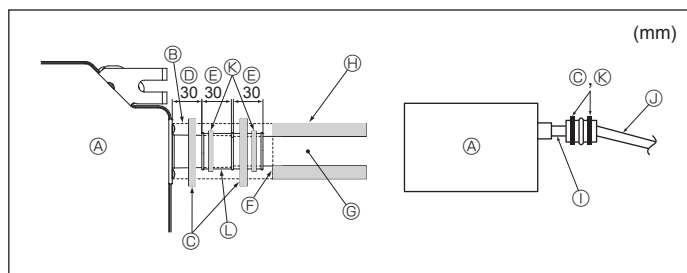

Fig. 6-2
- ② U.D. ø32 PVC SLANGE
- ⑤ Lag det så stort som mulig
- ⑥ Innendørsenhet
- ⑤ Lag rørstørrelsen stor for gruppert rør.
- ④ Nedadgående skråning (1/100 eller mer)
- ① Y. D. ø38 PVC SLANGE for gruppert rør (9 mm eller mer isolasjon)
- ④ Opptil 850 mm
1. Koble dreneringsmuffen (følger med enheten) til avløpsporten. (Fig. 6-2) (Fest slangen ved hjelp av PVC-lim og fest det deretter med et bånd.)